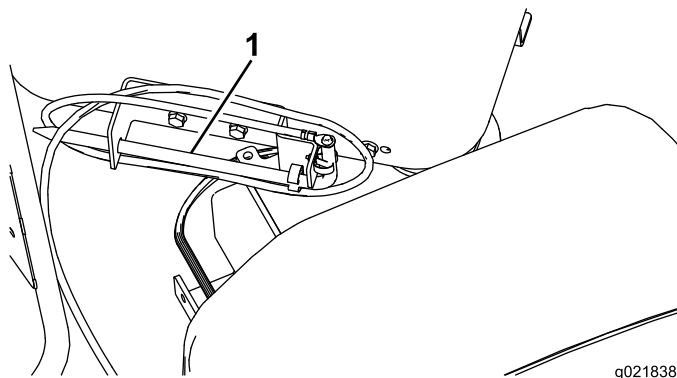

Рисунок 66
8. Разместите стойку заземления на хранение в держателе на платформе оператора, как показано на Рисунок 66.